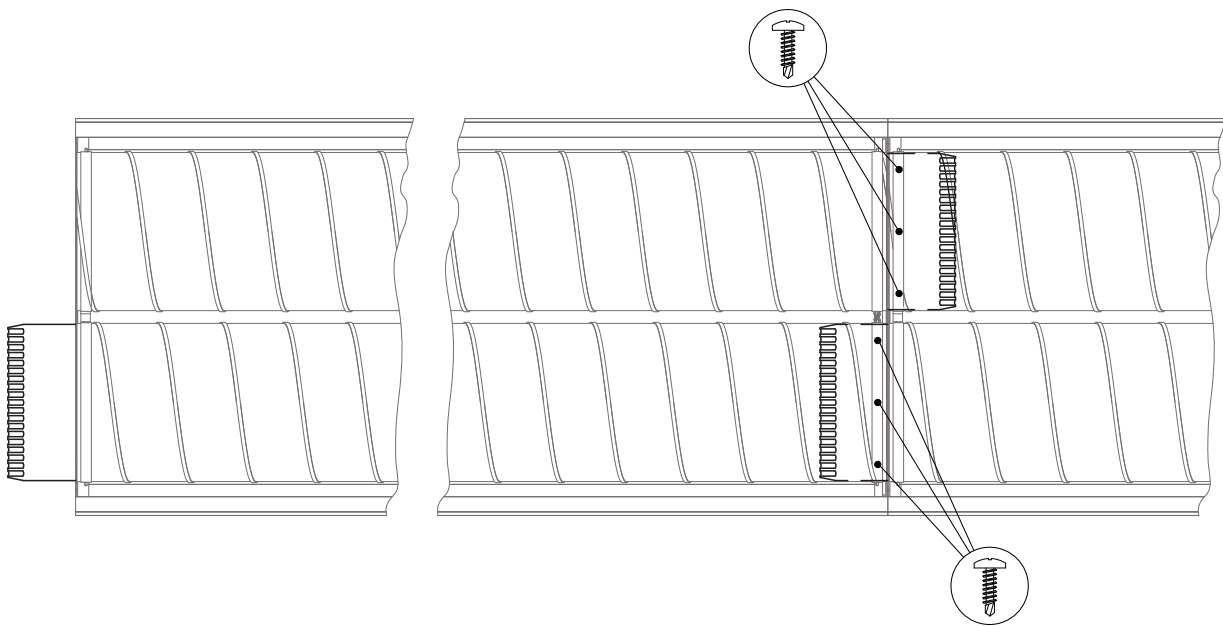

Fig. 3-20 Blocage manchon-tube (vue de dessous)
- 3) **A l'exclusion de l'assemblage du module de départ**, tous les assemblages mâle-femelle des autres modules doivent être bloqués avec des vis autoforeuses (non fournies) avec 3 vis pour chaque tube qui seront positionnées sur les bandes de suspension des tubes comme indiqué sur la Fig. 3-20 Fig. 3-20.